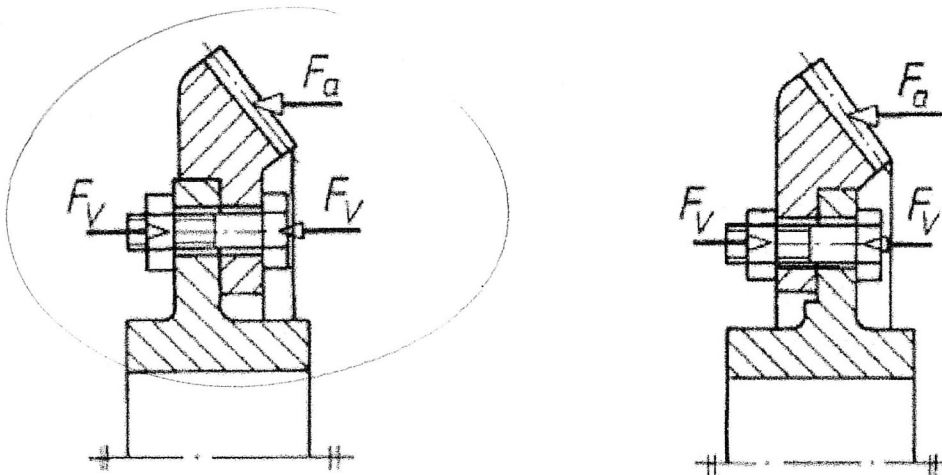

Abbildung 5.2: zwei mögliche Verschraubungen eines Kegelrades
2. Welche der beiden Anordnungen der Verschraubung (Abbildung 5.2) ist besser geeignet und warum?